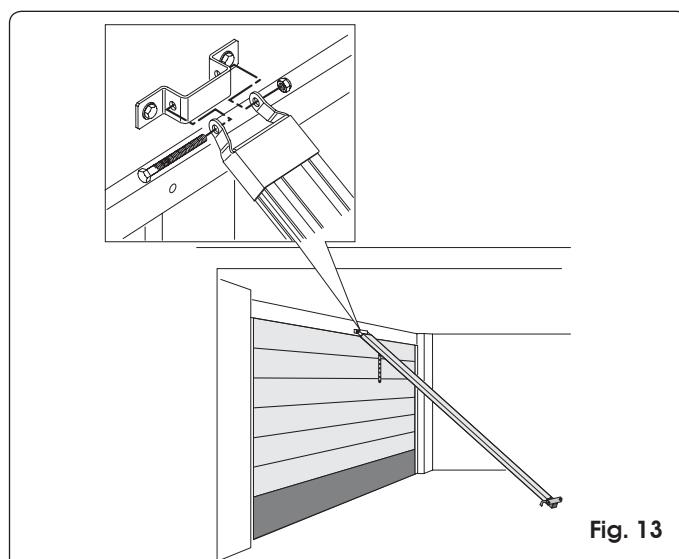

Fig. 13
- 7) Lijk de rail op aan de bevestiging aan de voorkant en bevestig deze aan de bevestigingsbeugel met de schroef die er doorheen wordt gestoken, en de moer (Fig. 13).